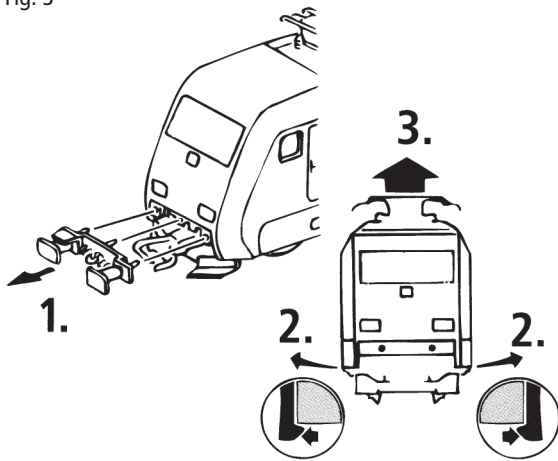
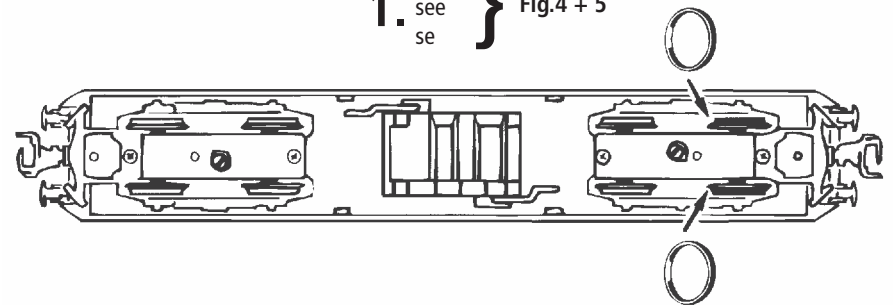

Fig. 4
Fig. 6
3. Haftreifenwechsel: Zuerst den Getriebedeckel abnehmen (Fig. 4). Danach den **Radsatz** herausnehmen und die **Haftreifen** mit einer Nadel od. mit einem feinen Schraubendreher abziehen (Fig. 6). Beim Aufziehen der neuen Haftreifen darauf achten, dass diese sich nicht verdrehen.
3. Change of traction tyre: Remove the gear cover (fig. 4). Take out **wheel set** and remove **traction tyre** using a pin or a fine screwdriver (fig. 6). When pressing on the new traction tyre please **avoid twisting it**.
3. Byte av slirskydd: Väkel lådskåpa (fig. 4). Tag sedan ur hjulaxlarna och dra av slirskydden med hjälp av en liten skruvmejsel. Vid påsättning av nya slirskydd - kontrollera att dessa sitter slät på hjulen (fig. 6.)
1. siehe } Fig.4
1. siehe } Fig.4 + 5